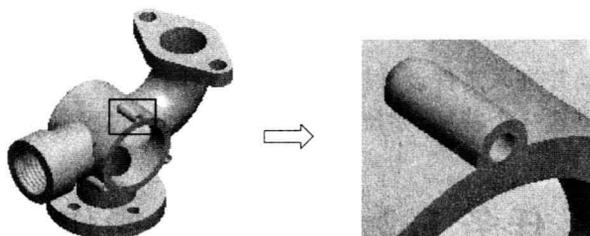

图 1-30 局部放大视图操作
①  全屏显示。保持目前视角,按最大化显示,此时视角内所有图素都显示在绘图工作区内。
②  局部放大。单击该按钮,然后在绘图工作区拖动出一个窗口,进行视图的放大操作,如图 1-30 所示。